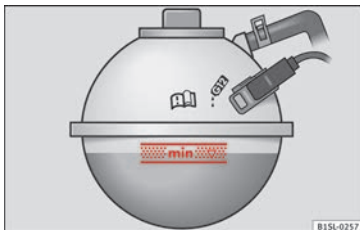

Bild 170 I motorrummet: Markering på expansionstanken
- När motorn är kall ska du kontrollera kylvätskenivån med hjälp av markeringen på sidan av expansionstanken » bild 170.
- Kylvätskenivån ska ligga mellan markeringarna på expansionstanken för kylvätska » bild 170. Överskrid inte det markerade områdets högsta nivå » !.
- Späd endast till det markerade områdets högsta nivå » bild 170. Annars kommer överskottet av kylmedlet att tryckas ut ur kylsystemet när motorn är varm och orsaka skador.